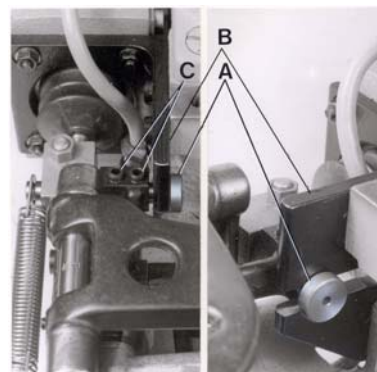

Fig. 17A
When the chain cutter is in its home position, set the stud (A, Fig. 17A) so, that the head of stud just contacts the holder (B) but does not bind. After loosening screws (C) the stud can be set accordingly. Retighten screws (C) on the flat of stud (A).
When the tape cutter is in its home position, set the stud (A, Fig. 17A) so, that the head of stud just contacts the holder (B) but does not bind. After loosening screws (C) the stud can be set accordingly. Retighten screws (C) on the flat of stud (B).
Cuando el cortador esté en su posición básica del corte, ponga el perno (A, Fig. 17A) en tal manera, para que la cabeza del perno toque el soporte (B), pero no lo tranque. Después de aflojar los tornillos (C), el perno puede ser colocado adecuadamente. Apriete los tornillos (C) otra vez en la parte plana del perno (B).